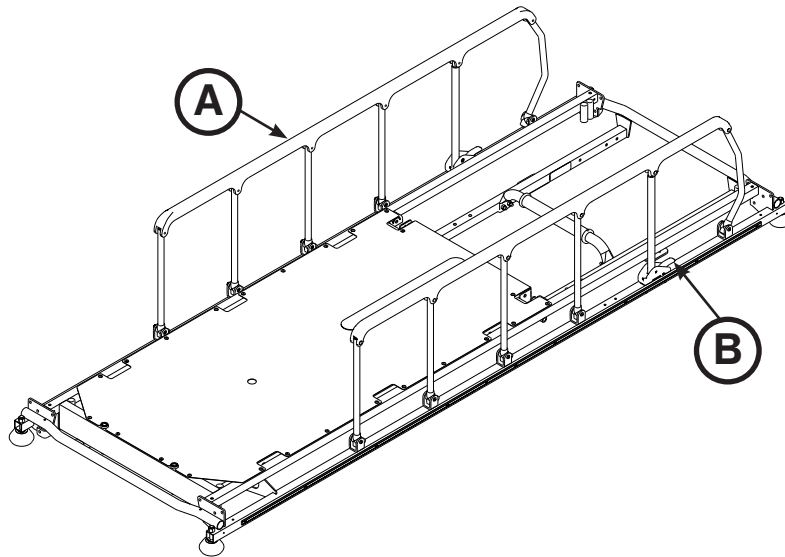

Figure 4 : Ridelles
**Pour relever les ridelles**, tirer la ridelle (A) à fond vers le haut jusqu'à ce que le verrouillage (B) s'enclenche, comme illustré dans la Figure 4.
**Pour abaisser les ridelles**, tirer le verrouillage (B) vers le haut et glisser la ridelle à fond vers le bas, comme illustré dans la Figure 4.